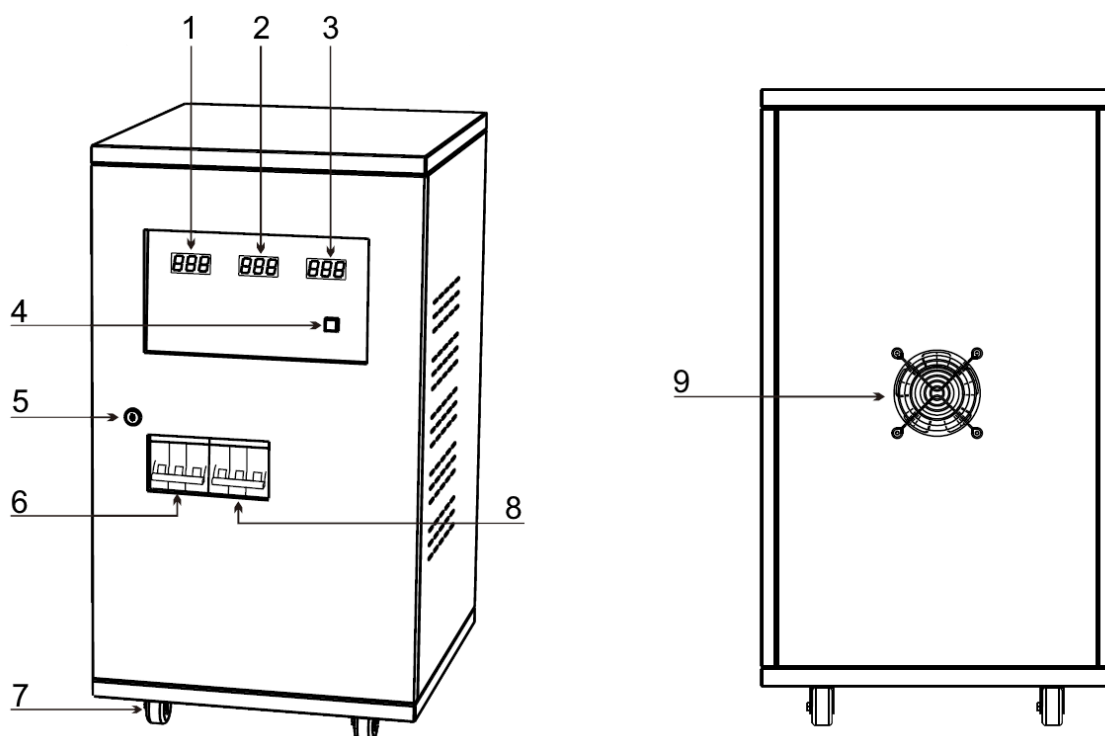

Рисунок 1. Внешний вид стабилизаторов напряжения SMARTWATT AVR SERVO 15000-30000SF.
2. Переведите выключатель питания (см. Рисунок 1) на стабилизаторе в положение **OFF** (ВЫКЛ).
4. Заведите кабели питания через кабельные разъемы (см. Рисунок 1).